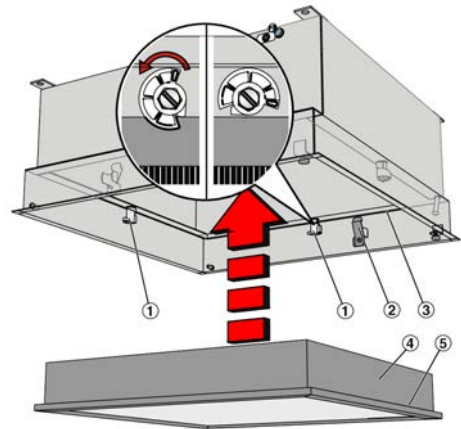

Abb. 4: Filter einsetzen
2. ▶ Drehspannelemente (Abb. 4/1) im Gegenzeigersinn öffnen.
Filter (Abb. 4/4) mit der Dichtung (Abb. 4/5) nach oben in das Filtergehäuse einführen, bis er an den Federn (Abb. 4/2) einrastet.
- ⇒ Hierdurch wird die Filterdichtung (Abb. 4/5) an das Dichtschwert (Abb. 4/3) angepresst.